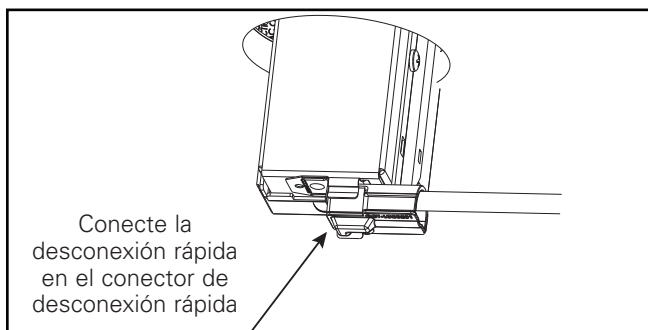

Figura 3
2. Conecte el enchufe de desconexión rápida en el módulo LED en el conector de desconexión rápida (consulte la figura 3).